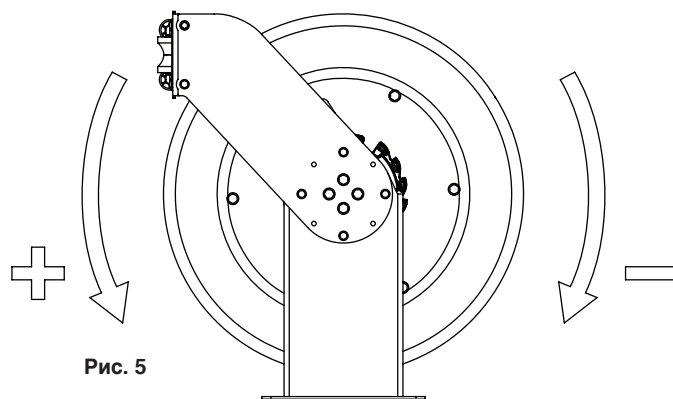

Рис. 5
3. После того, как шланг полностью намотан на намоточный барабан (силовая пружина все еще расслаблена), приложить предварительное напряжение к силовой пружине, повернув намоточный барабан количество раз, которое зависит от длины шланга и указано в таблице (стр.5), в положительном направлении (см. рис. 5). Запрещается прилагать натяжение больше указанного, иначе силовая пружина может быть повреждена.
6. Приложить предварительное напряжение к силовой пружине, повернув намоточный барабан указанное количество раз, которое зависит от версии пружины и длины шланга (рис.5):
4. Повернуть намоточный барабан, чтобы увеличить или уменьшить напряжение силовой пружины (рис. 5).